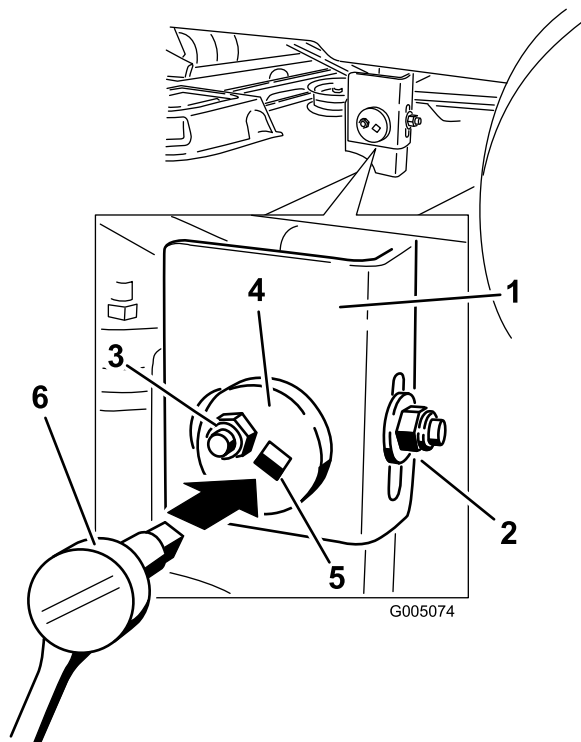

Figure 48
6. Du côté gauche de la machine, desserrez sans le retirer, l'écrou de blocage arrière sur le support (Figure 48).
7. Desserrez l'écrou de blocage latéral sur le support jusqu'à ce qu'il soit possible d'ajuster la plaque excentrique (Figure 48). Utilisez une clé à douille munie d'une rallonge de 3/8 pouce pour manipuler la plaque excentrique. Utilisez la clé pour repositionner le tablier de coupe à la hauteur voulue.
8. Arrêtez le tablier de coupe et vérifiez sa hauteur, puis serrez l'écrou de blocage latéral sur le support pour fixer cette nouvelle position (Figure 48). Serrez l'écrou de blocage arrière sur le support.